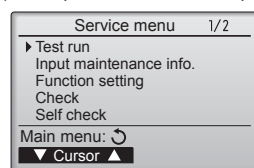

Fig. 6-3
- ③ Selezionare "Test run" (Prova di funzionamento) con il pulsante [F1] o [F2], quindi premere il pulsante . (Fig. 6-3)